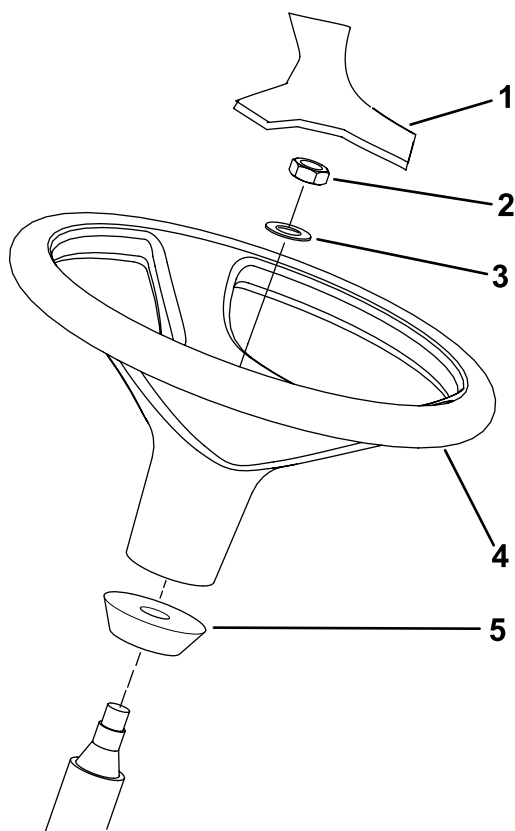

Figura 14
1. Retire o volante do patim de envio (Figura 14).
Nota: Certifique-se de que o anel de esponja se mantém no eixo da direção (Figura 14).
3. Encaixe o volante e anilha na coluna de direção (Figura 14).
5. Monte a tampa no volante (Figura 14).